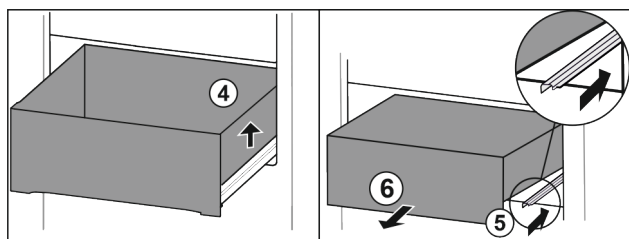

Fig. 90
- ▶ Emelje meg a fiók jobb oldalát. Fig. 90 (4)
- ▶ Tolja be a jobb oldali sínem. Fig. 90 (5)
- ▶ Vegye ki a fiókot előre felé. Fig. 90 (6)